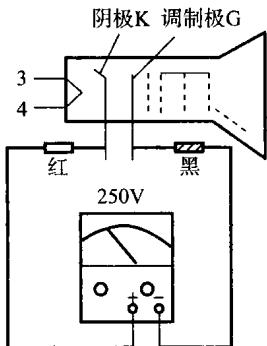

图 1.6 测显像管截止电压
(1) 静态测试。静态测试适用于选配显像管或检修机上显像管，它可以粗略地判断显像管的性能优劣。如果是测试机上显像管，应先拔下显像管管座和高压帽，然后用一根导线一端接地，一端插入高压嘴将显像管内石墨层的电荷放电，以免测试时遭电击或损坏万用表。
a. 测试灯丝。将万用表置  $R \times 1\Omega$  挡，测量显像管灯丝管脚，七脚形管灯丝是③、④脚，八脚型管灯丝为①、⑧脚，观察是否导通，若不通说明灯丝已经断路；若万用表指针在表头最大处摆动，说明灯丝与引线脚间脱焊接触不良，也可能是灯丝断裂处因间隙很小而时通时不通。观察导通时的灯丝电阻值（此时称为灯丝冷态电阻）：对于灯丝电压为 6.3V 的显像管，灯丝电阻一般在  $1.5\Omega$  左右，对于灯丝电压为 11V（或 12V）的显像管，灯丝电阻一般在  $20\Omega$  左右即为正常。显像管灯丝（钨丝）具有正温度特性，正常工作时的热态电阻是冷机时的冷态电阻的 6 倍左右，即开机瞬间灯丝电流很大，一般为额定电流的 5~7 倍，这就是开机时为何灯丝会闪亮一下的原因，也是灯丝烧断的主要原因。
(2) 截止电压的测试。给显像管插上管座，插上高压帽，开机供给显像管各电极额定电压，使其处于正常工作状态。等显像管显示出明亮的光栅后再反时针旋转亮度电位器，直到光栅刚刚看不见时。将万用表置于直流电压 250V 挡，把表笔的正端接显像管的阴极（如②脚）、负表笔接地（或调制极），此时万用表上所指示的电压值便是该管（阴极调制）的截止电压。如图 1.6 所示，测量中如发现截止电压较低，可换用直流 50V 挡测试。
(3) 测试阴极发射电子能力。阴极发射电子束电流的大小，对显像管的亮度和图像清晰度起着极为重要的作用，也是决定显像管寿命的一个重要指标，希望阴极发射电子能力越强越好，或者说阴极的活性度越大越好。下面介绍一种简单的测试方法。